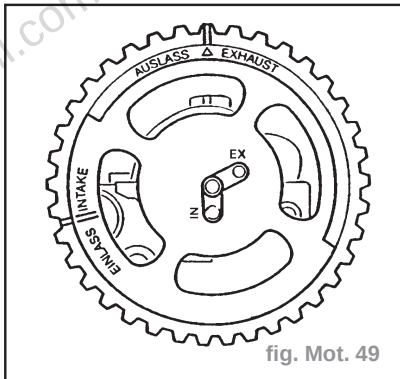

fig. Mot. 49
- La goupille de centrage de l'arbre à cames d'admission s'engage dans l'alésage "IN", la goupille de centrage de l'arbre à cames d'échappement s'engage dans l'alésage "EX" (fig. Mot. 49).